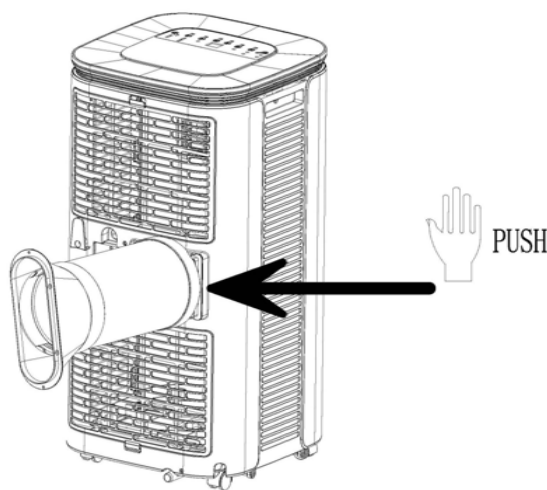

Figure 1
1.1 Installation du tuyau de chauffage (comme illustré dans la Fig. 1)
- 2) Raccordez le tuyau de chauffage (l'extrémité comportant le raccord) à l'ouverture présente sur le panneau arrière (poussez vers la gauche) et veillez à ce qu'il soit fermement fixé (comme illustré dans la Fig. 1).